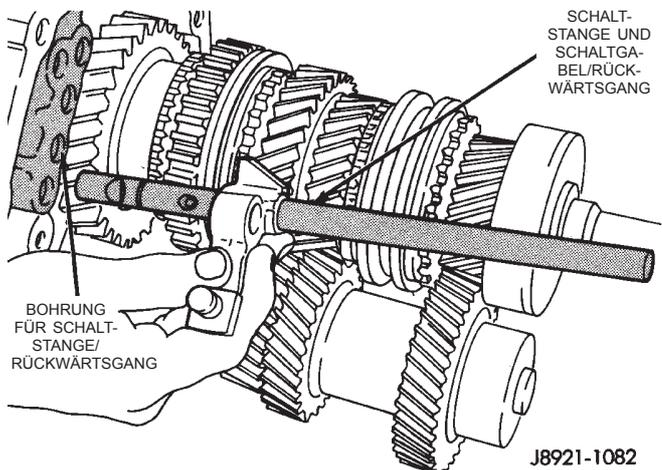

Abb. 78 Schaltstange/Rückwärtsgang ausbauen
(31) Die Schaltstange und die Schaltgabel für den Rückwärtsgang aus der Zwischenplatte ausbauen (Abb. 78).